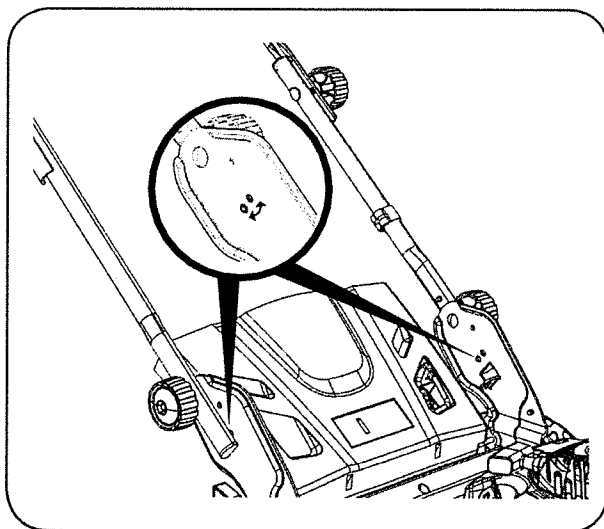

Figura 8
- g. Lugar de colección de césped en las ranuras en el mango entre corchetes como se muestra en la Figura 8. Suelte la puerta de descarga de modo que descansa sobre el colector de césped.
1. Quite los tornillos, arandelas y tuercas de mariposa transporte de manejar. Vea la Figura 8.